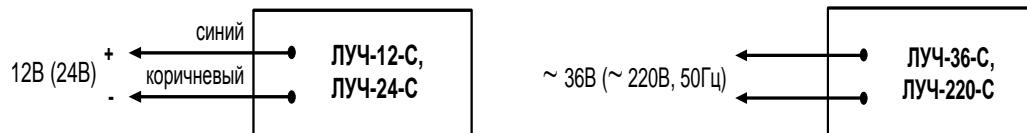

Рис.1. Схемы подключения.
- 4.2. Подключение изделий должно выполняться в соответствии со схемой (рис.1.) при отключенном напряжении питания.